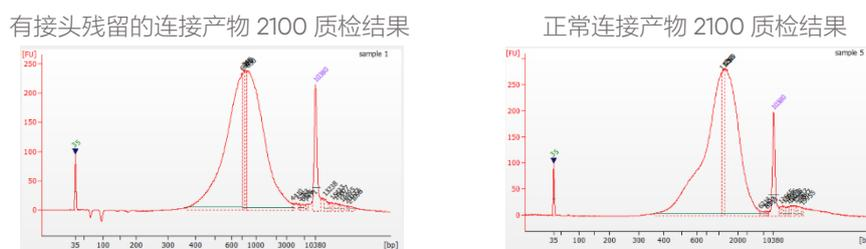

图4 连接产物文库 Agilent 2100 片段分布异常及正常示意图
2) 取约 5 ng 连接产物文库进行 Agilent 2100 高敏芯片质检时, 2100 峰形图上会有明显的基线下沉或者凸出的小峰 (如图 4 左图所示)。注: 因受接头构型影响, 质检结果只能确认是否有接头残留, 不能准确判定文库插入片段大小。